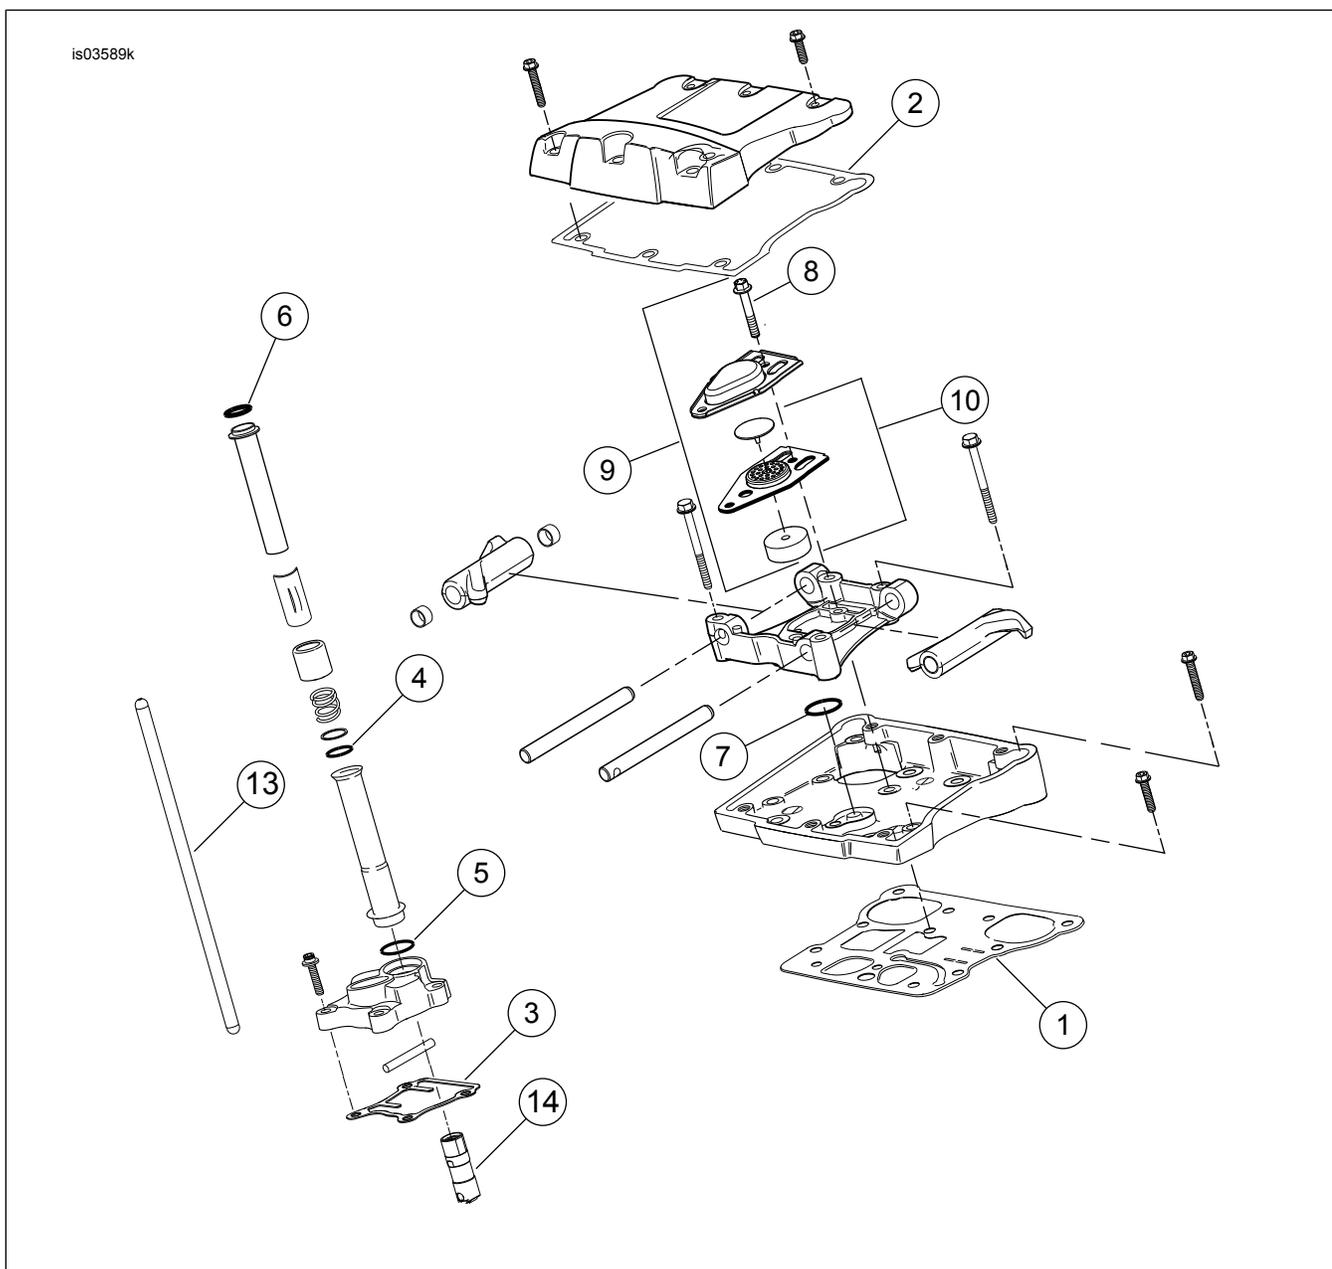
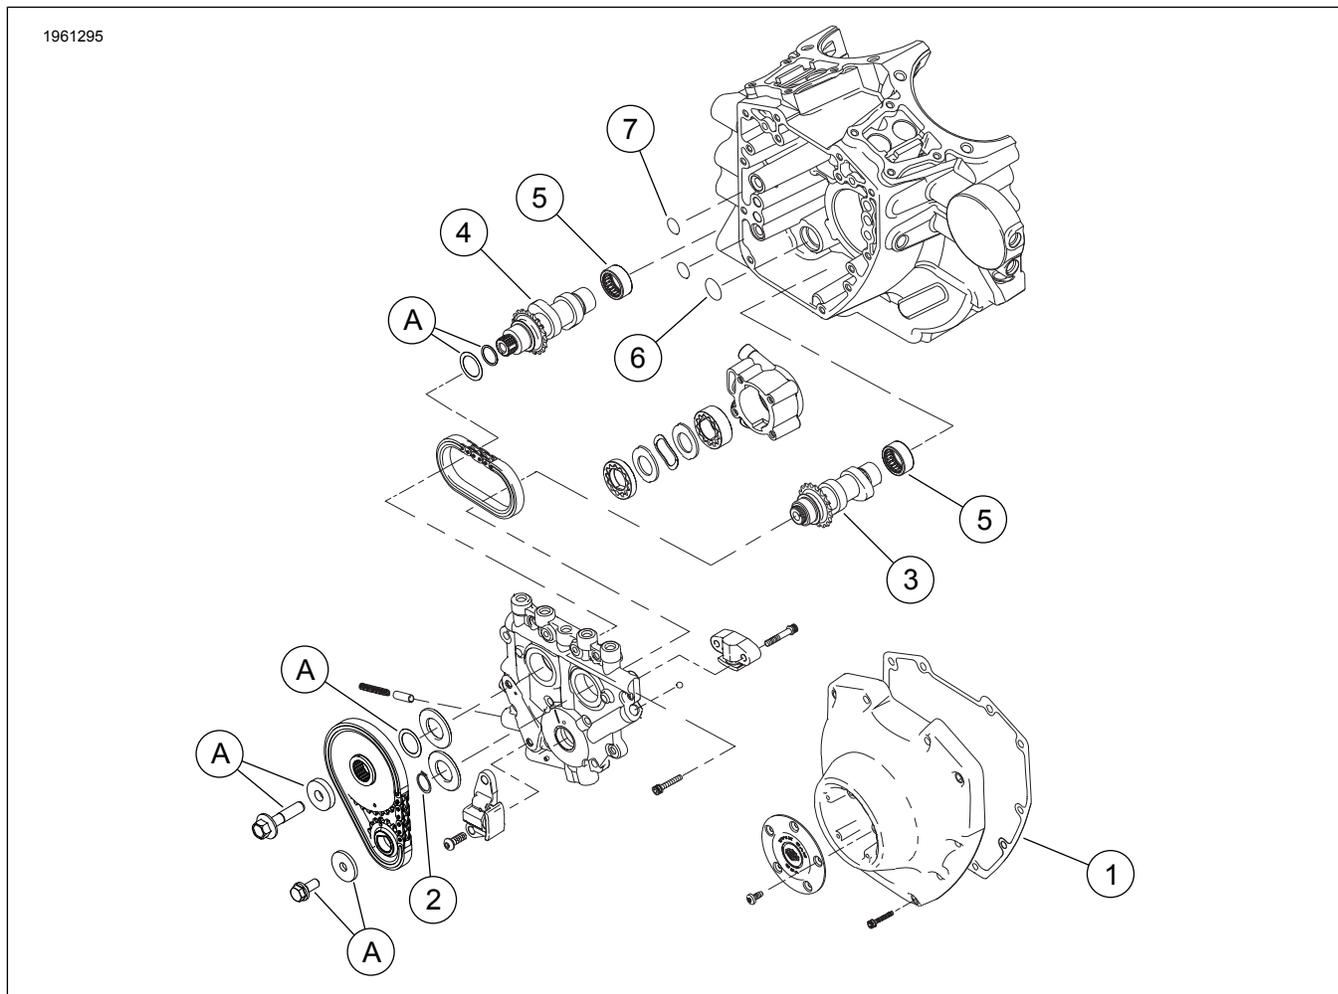

Figura 2. Peças de reposição: Kit Screamin' Eagle TC 103 (1690 cc) Stage 4
Figura 3. Peças de reposição: Kit Screamin' Eagle Pro TC 103 (1690 cc) Stage 4
Veja da Figura 2 a Figura 3 e da Tabela 2 a Tabela 3.
1. Veja Figura 3 . Inspeção os rolamentos de agulha do comando (5) e substitua, caso necessário.
2. Veja a Figura 2 e a Figura 3. Monte os comandos de válvula na placa do eixo de comando, cabeçotes de cilindro de desempenho e extremidade superior do motor usando peças do kit. Veja o Manual de serviço.